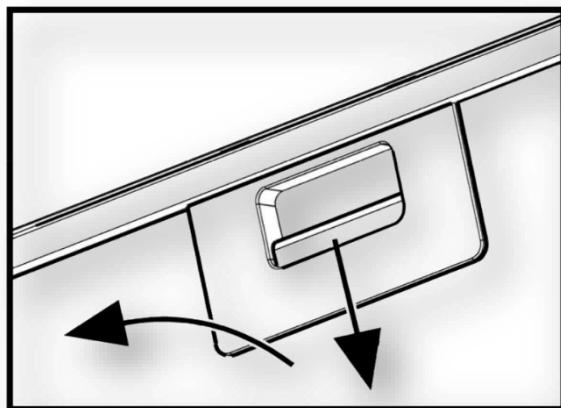

Рис.7
8.7 Для снятия алюминиевого фильтра (рис.7) необходимо нажать на пружинную задвижку и, потянув на себя и вниз, снять фильтр с панели. Установку фильтра выполнить в обратном порядке. Не устанавливайте фильтр после мойки до его полного высыхания.